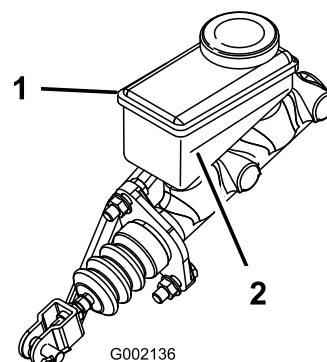

Figura 58
3. Mire el nivel de aceite en el lateral del depósito (Figura 58).
- B. Añada líquido de frenos DOT 3 al depósito hasta que el nivel esté por encima de la línea Mínimo (Figura 58).